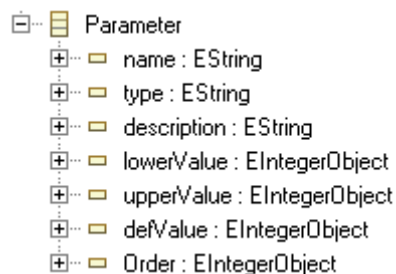

Figura 2.26. Sintaxis abstracta: Parameter.
- **Parameter:** Representa los parámetros que servirán para configurar los dispositivos. Posee los siguientes atributos (ver también *Figura 2.26.*):